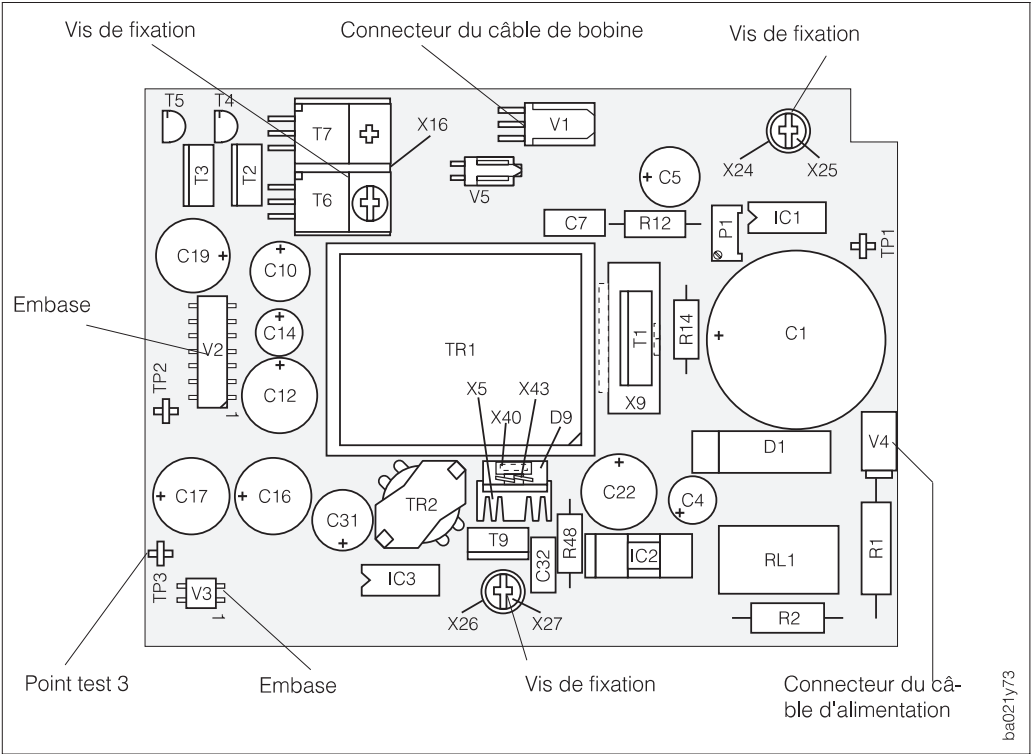

Fig. 45
4. Déconnecter le câble d'alimentation à deux broches en appuyant simultanément sur le verrouillage de la platine d'alimentation (figure 45).
7. Déconnecter de la platine d'alimentation le câble de bobine (figure 45)